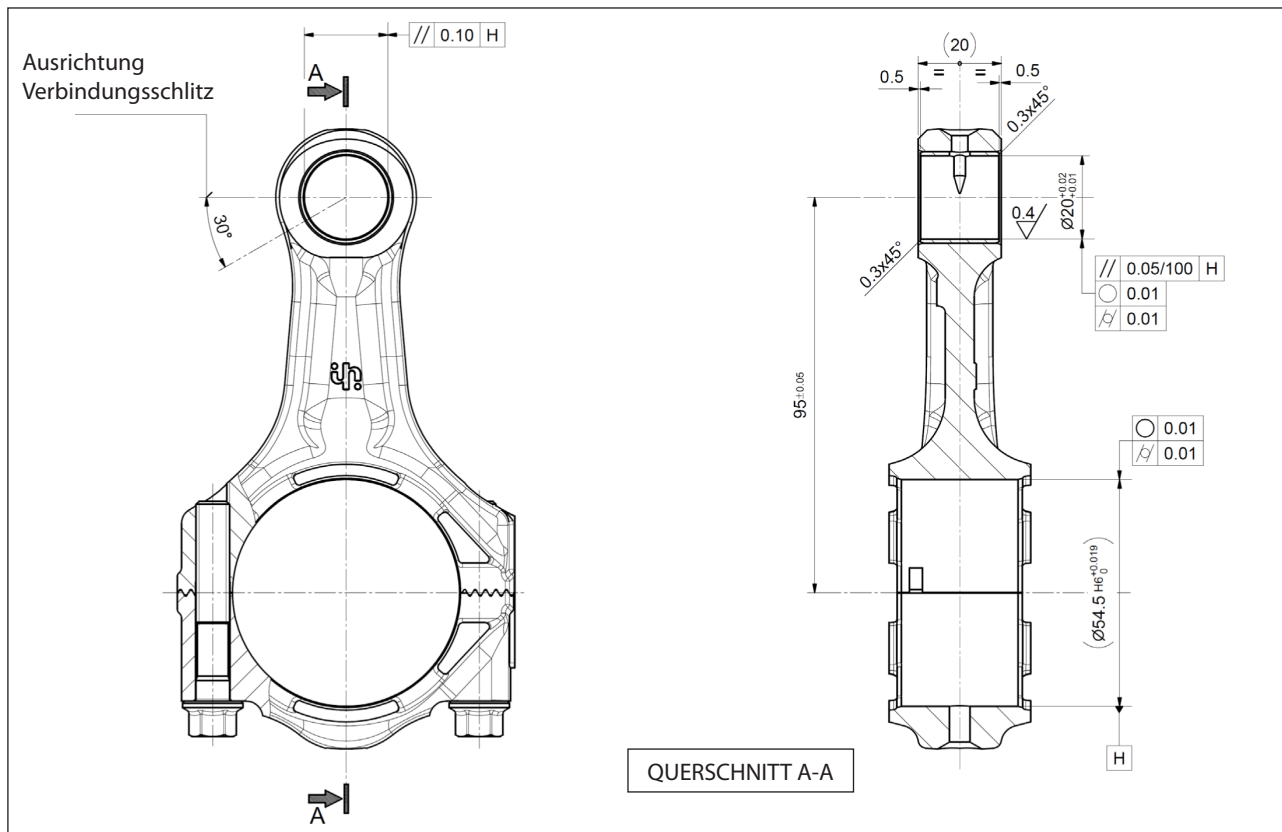

Abb. 51
- der Verbindungsschlitz ausgerichtet ist, wie in Abb. 51 gezeigt.
Führen Sie anschließend die mechanischen Bearbeitungen unter strikter Einhaltung der Maße und Toleranzen in Abb. 51 aus.